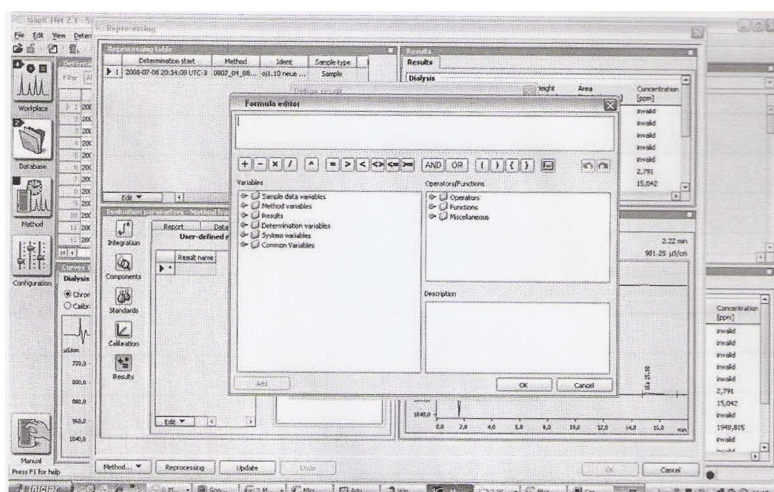

Figura 17.2 – Janela do software Magic Net IC, limite de detecção.
- Clicar no sinal de dividir ao lado de “FÓRMULA”. Uma tela como esta irá aparecer, Figura 17.2: